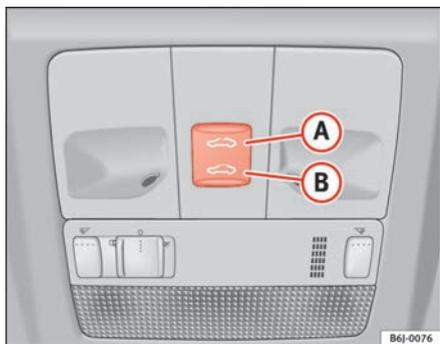

Fig. 50 Techo panorámico / deflector
- Pulse y mantenga pulsado el botón **(B)** ⇒ fig. 50 ⇒ ⚠, el techo realiza el movimiento de cerrado hasta que se suelta el botón.